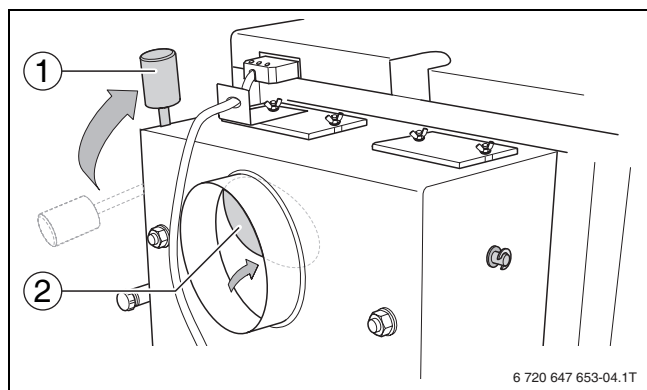

Fig. 7 Deschiderea clapetei de încălzire
- ▶ Țineți clapeta de încălzire închisă (→ Fig. 7, pagina 14).